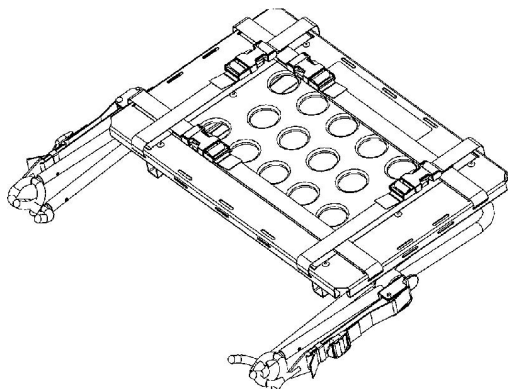

Figura 24 – Poziția de depozitare
1. Puneți platforma defibrilatorului în poziția de depozitare (Figura 24).